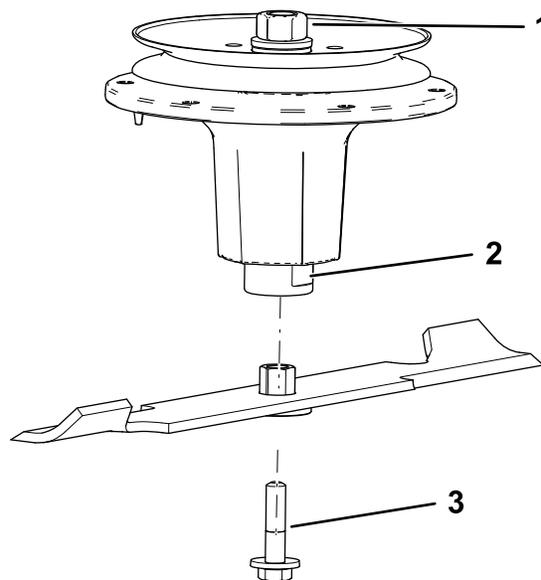

**Figura 84**
- Instale el buje a través de la cuchilla con la brida del buje en el lado inferior (lado del césped) de la cuchilla (Figura 84).